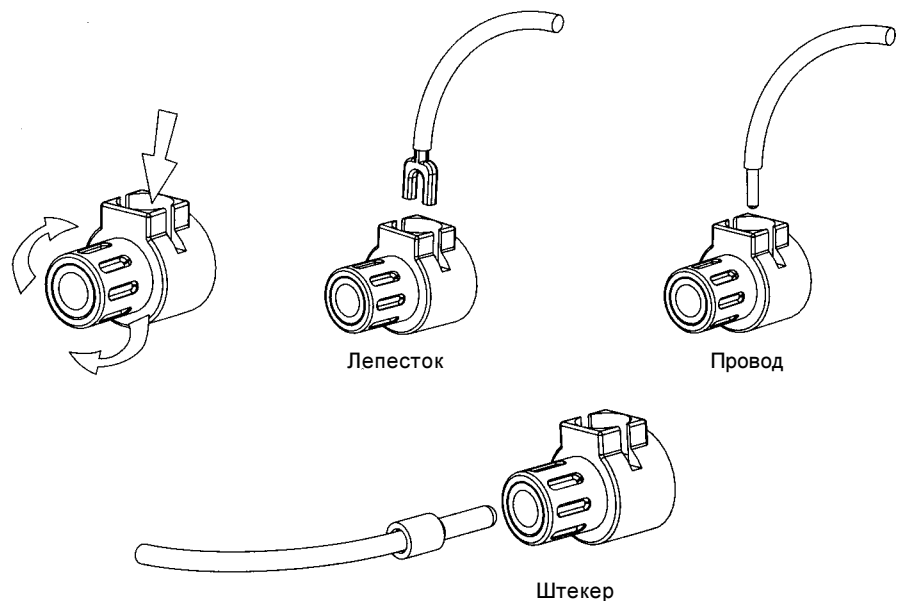

Рисунок 2
Подключите провода от одного из громкоговорителей к клеммам «+» и «-» на задней панели усилителя NAD. Для каждого канала красная клемма соответствует плюсовому «+» выходу, а черная – минусовому «-» или «земле» (см. рисунок 2).
- 1 Штырьковый контакт: Штекер представляет собой тонкий металлический стержень, вокруг которого обжат или припаян конец провода. Винтовой стержень клеммы имеет отверстие, которое допускает подключение штекеров диаметром до 3 мм. Отвинтите пластиковую муфту на каждой клемме, чтобы открыть отверстие в металлическом стержне. Вставьте штекер в отверстие и заверните муфту по часовой стрелке до упора (см. рисунок 2).
- 2 Лепестковый контакт: Отвинтите пластиковую муфту, вставьте U-образный лепестковый контакт в продолговатый зазор, и затяните пластиковую муфту (см. рисунок 2).
- 3 Оголенный провод: Разделите два провода кабеля (если они соединены) и оголите конец каждого из них на 1 см. Скрутите оголенные жилы каждого провода. Отвинтите пластиковые муфты с клемм «+» и «-», вставьте оголенный провод в отверстие металлического стержня и затяните муфты так, чтобы они надежно зафиксировали провода (см. рисунок 2). Убедитесь, что отдельные жилы провода не касаются корпуса усилителя или соседних разъемов. Повторно затяните муфты по прошествии недели, чтобы устранить люфт, который может появиться со временем.